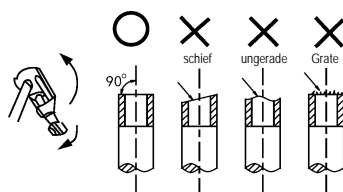

Abb. 7-1
- Schneiden Sie das Rohrende mit Rohrschneidmaschine ab. (Siehe Abb. 7-1.)